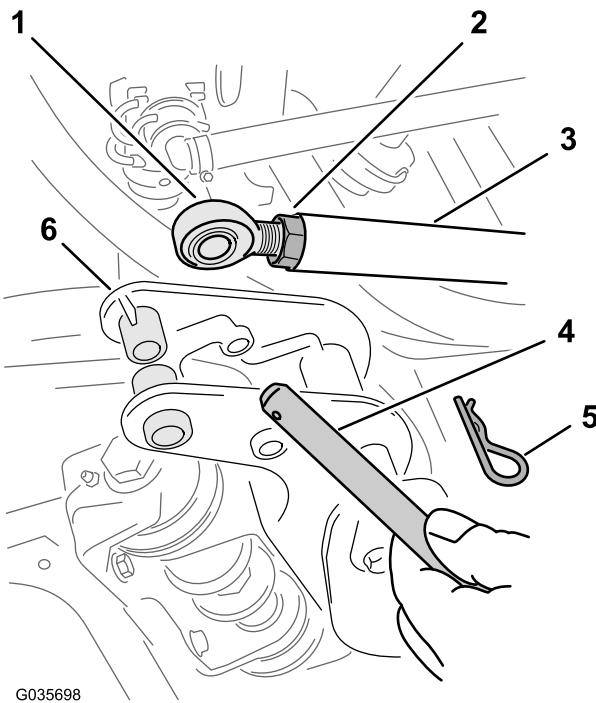

Bild 7
2. Nehmen Sie an den Schwenkhalterungen der äußeren Auslegerabschnitte den Lastlösenbolzen und den Splint ab, mit denen das Stangenende des Hubzylinders an der Schwenkhalterung befestigt ist (**Bild 7**).
5. Lösen Sie die Klemmmuttern an den Stangenenden jedes Hubzylinders (Bild 7).
6. Stellen Sie das Stangenende der Hubzylinder ein, bis die Stangenenden mit den Löchern in den Schwenkhalterungen für die beiden Auslegerabschnitte ausgefluchtet ist (Bild 7).
8. Befestigen Sie die Splinte mit den in Schritt 2 entfernten Splinten (Bild 7) an den Schwenkhalterungen .
9. Ziehen Sie die Klemmmutter an jeder Stange an, bis die Muttern bündig sind (Bild 7).